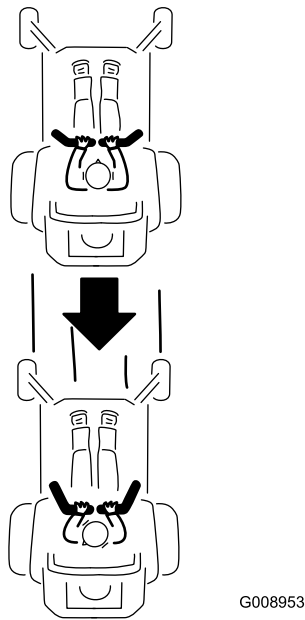

Figura 23
- Para andar para trás, puxe as alavancas de controlo do movimento lentamente para trás (Figura 23).